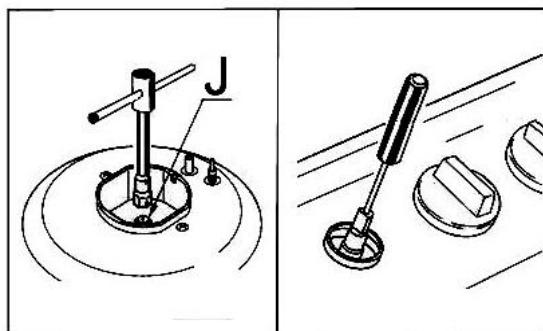

Рис.10
- Вставьте маленькую отвертку с плоским жалом в стержень вентиля (См. рис.10). В вентилях, оборудованных предохранительным клапаном системы «газ-контроль», регулировочный винт может находиться снаружи стержня вентиля.